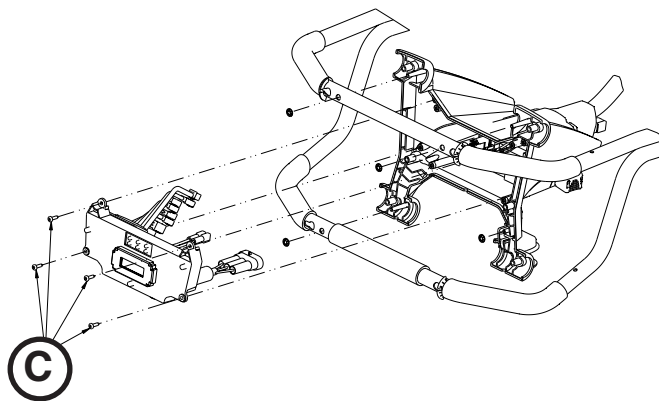

Figura 63
5. Con un destornillador Torx T20, extraiga los cuatro tornillos delta (C) que fijan el conjunto de componentes electrónicos a la carcasa del extremo inferior y saque el conjunto de componentes electrónicos (Figura 63). Guarde todas las piezas para cuando tenga que instalarlas de nuevo.